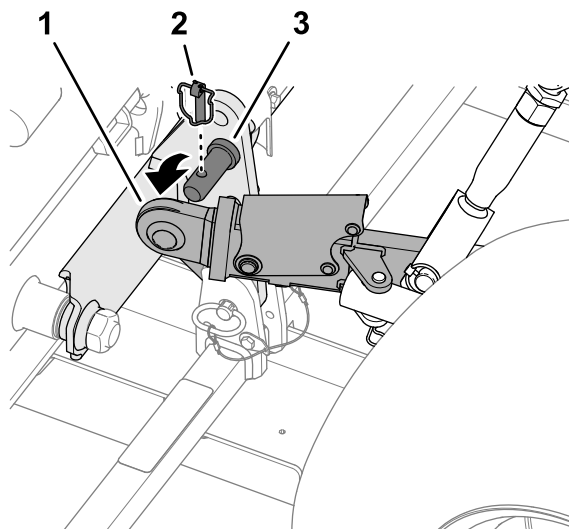

Figura 47
1. Remova os pinos de sujeição e deslize os braços de articulação inferiores para fora dos pinos de engate da máquina (**Figura 47**).